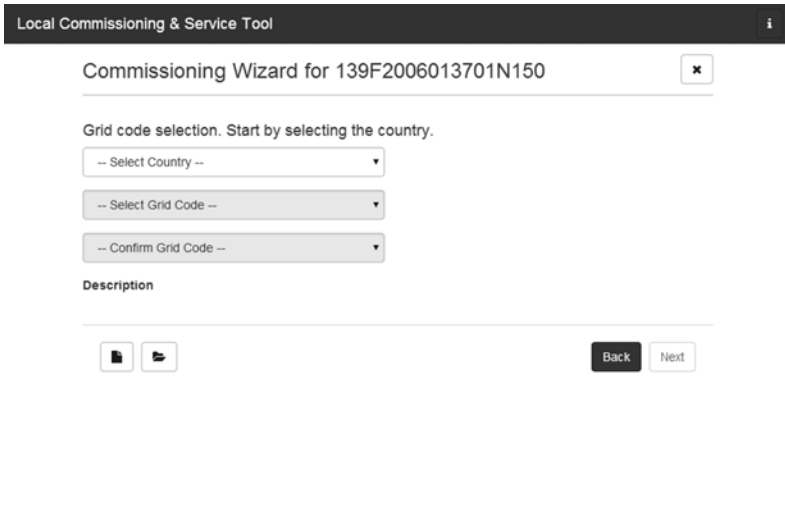

Imagen 5.6. LCS-Tool: selección de país y código de red
7. Seleccione el país deseado de la lista de opciones disponibles para los inversores de la red. Consulte la imagen 5.6.
cargarlo mediante el botón **[Load]**. Consulte la imagen 5.6. El botón **[Create]** está inactivo y no se puede utilizar.